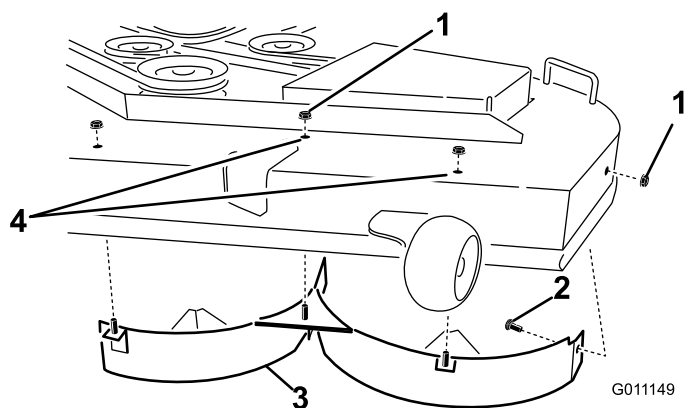

Figura 32
4. Remova as 3 porcas de bloqueio (5/16 pol.) presas aos postes soldados do abafador esquerdo, na parte superior da plataforma do cortador, nas posições central e esquerda (Figura 32).
5. Remova o parafuso de carroçaria e porca de bloqueio na parede lateral da plataforma do cortador que prende o abafador esquerdo à plataforma (Figura 32).
6. Retire o abafador esquerdo da plataforma do cortador (Figura 32).
7. Localize os 2 parafusos nas peças soltas e utilize as porcas de bloqueio existentes e instale as fixações nos orifícios mostrados na Figura 32 no cortador para evitar que os detritos saiam.